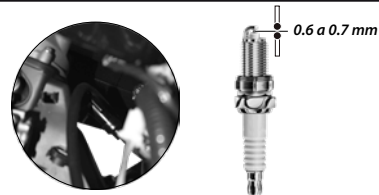

Imagen 16. Bujía.
1. Localizar el cable de la bujía en el costado derecho del motor. Ver imagen 16.
6. Verificar la calibración de los electrodos de la bujía, la cual debe ser de 0.6 a 0.7 mm. Ver imagen 16.